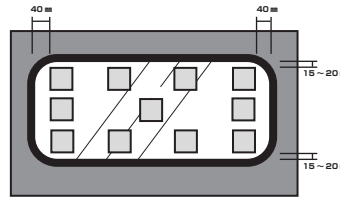

図2：縁からのクリアランス
リアベットガラスは平面ではなく曲面になっています。そのためミラーマット1枚では厚みが足りない部分ができます。その場合、厚みを増すためにミラーマットを2枚3枚と重ねて使用してください。本取説の貼付例を参考にしてください。まず①の部分にミラーマット（厚み：1枚分）を均等に貼り付けていきます。ガラスの縁からのクリアランスは図2を参照して下さい。次に②の部分（厚み：4枚分）に貼り付けます。最後に③の部分（厚み：5枚分）に貼り付けます。ミラーマットはガラスの固定と合わせ、クッションの役割を果たしますので、貼り付けの際はシワにならないように気を付けてください。シワの段差によりガタツキが生じる場合があります。